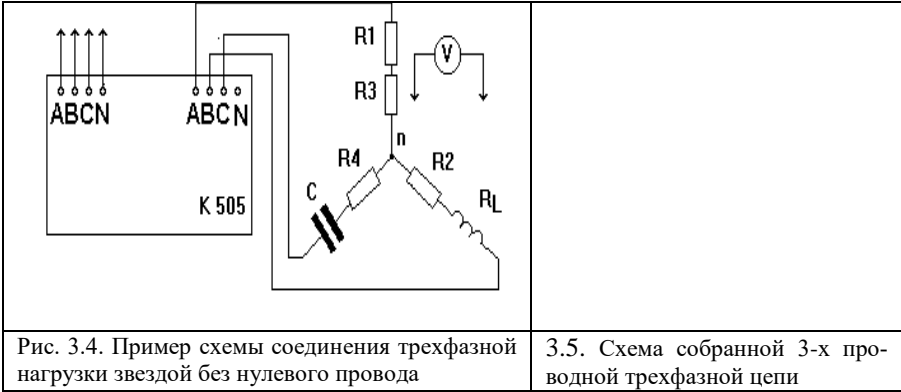

Рис. 3.4. Пример схемы соединения трехфазной нагрузки звездой без нулевого провода
6. Составить и изобразить в рабочей тетради (сетка для рис. 3.5) одну из разновидностей схем включения сопротивлений в трехфазную сеть или внести изменения в схеме, представленной в качестве примера на рис. 3.4.